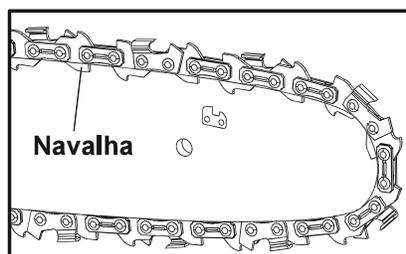

Fig. 9
4. Estique a corrente (15) com as arestas de corte voltadas para o sentido de rotação.
Deslize a corrente (15) para o interior da ranhura em torno da guia (14). Certifique-se de que a corrente (15) está instalada no sentido de rotação correto (Fig. 9).